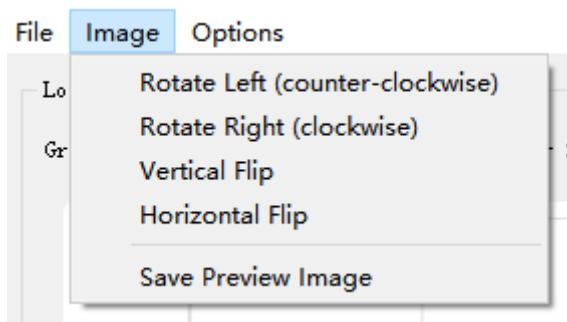

图2-6-5
5.Image：支持图像左右旋转、垂直/水平翻转变换及保存调整后的图像，如图2-6-5所示；